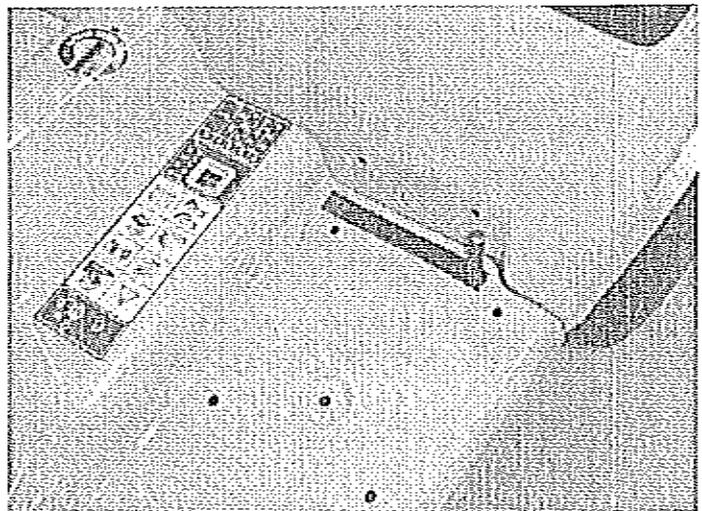

Bild 11
- Montieren Sie das Trittbrett und das Kotflügelblech wieder (Bild 11)